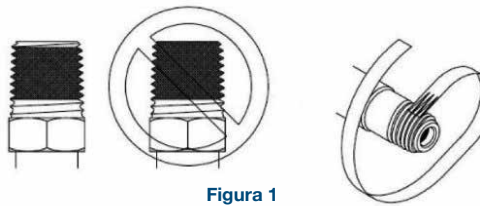

Figura 1
- 5.5 Comece a colocar a fita PTFE na segunda rosca, como mostrado abaixo, na figura 1; assegure que a fita não sobressaia a extremidade da conexão. Enquanto ela é enrolada na direção roscada, puxe-a firmemente para que se adira à rosca. Enrole a fita na rosca duas vezes, corte o excesso e pressione a extremidade firmemente nas roscas, como mostrado na **figura 1**.